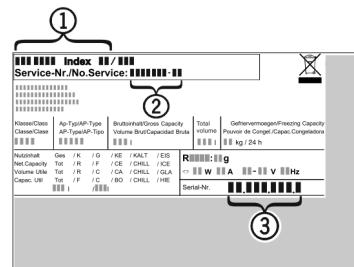

Fig. 35
► Назва пристрою Fig. 35 (1), сервісний номер Fig. 35 (2) та серійний номер Fig. 35 (3) вказані на табличці типів. Табличка типів знаходиться всередині пристрою, зліва.
- Повідомте сервісну службу про характер неполадки, назву пристрою Fig. 35 (1), сервісний номер Fig. 35 (2) та серійний номер Fig. 35 (3).